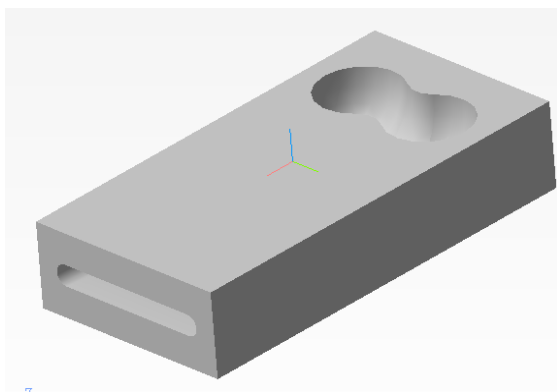

Рис. 15.
11.4. На панели **Элементы тела** нажмите кнопку  **Вырезать по сечениям**. Последовательно выделите в **Дереве построения** **Эскиз 2** и **Эскиз 3**. На панели **Параметров** **Способ построения элемента** начальное сечение выберите **По нормали**. То же самое сделайте и для конечного сечения. Нажмите кнопку **Создать объект** (рис. 15.).